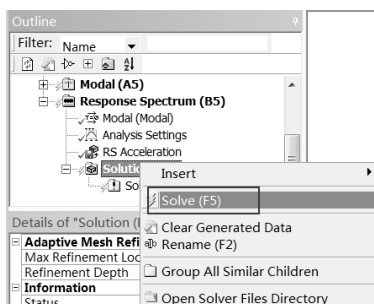

图 8-46 计算求解
Step4：在 Outline（分析树）中的 Response Spectrum（B5）选项上右击，在弹出的快捷菜单中选择 Solve 命令，如图 8-46 所示，此时会弹出进度显示条，表示正在求解，当求解完成后进度条自动消失。